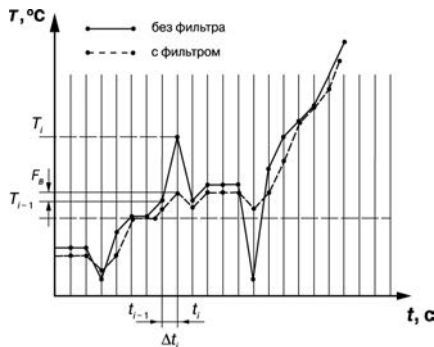

Рисунок 3.4
3.1.4.4.2 Полоса цифрового фильтра позволяет защитить измерительный тракт от единичных помех и задается в единицах измеряемой величины. Если измеренное значение T_i отличается от предыдущего T_{i-1} на величину, большую, чем значение параметра Fb , то прибор присваивает ему значение равное $(T_{i-1} + Fb)$, а полоса фильтра удваивается (рисунок 3.4). Таким образом, характеристика сглаживается.